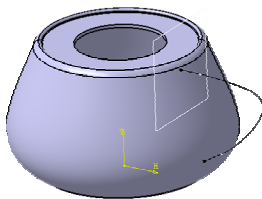

图 3-188
- >>> 步骤05 单击 OK 按钮，得到 Plane.1，如图 3-188 所示。